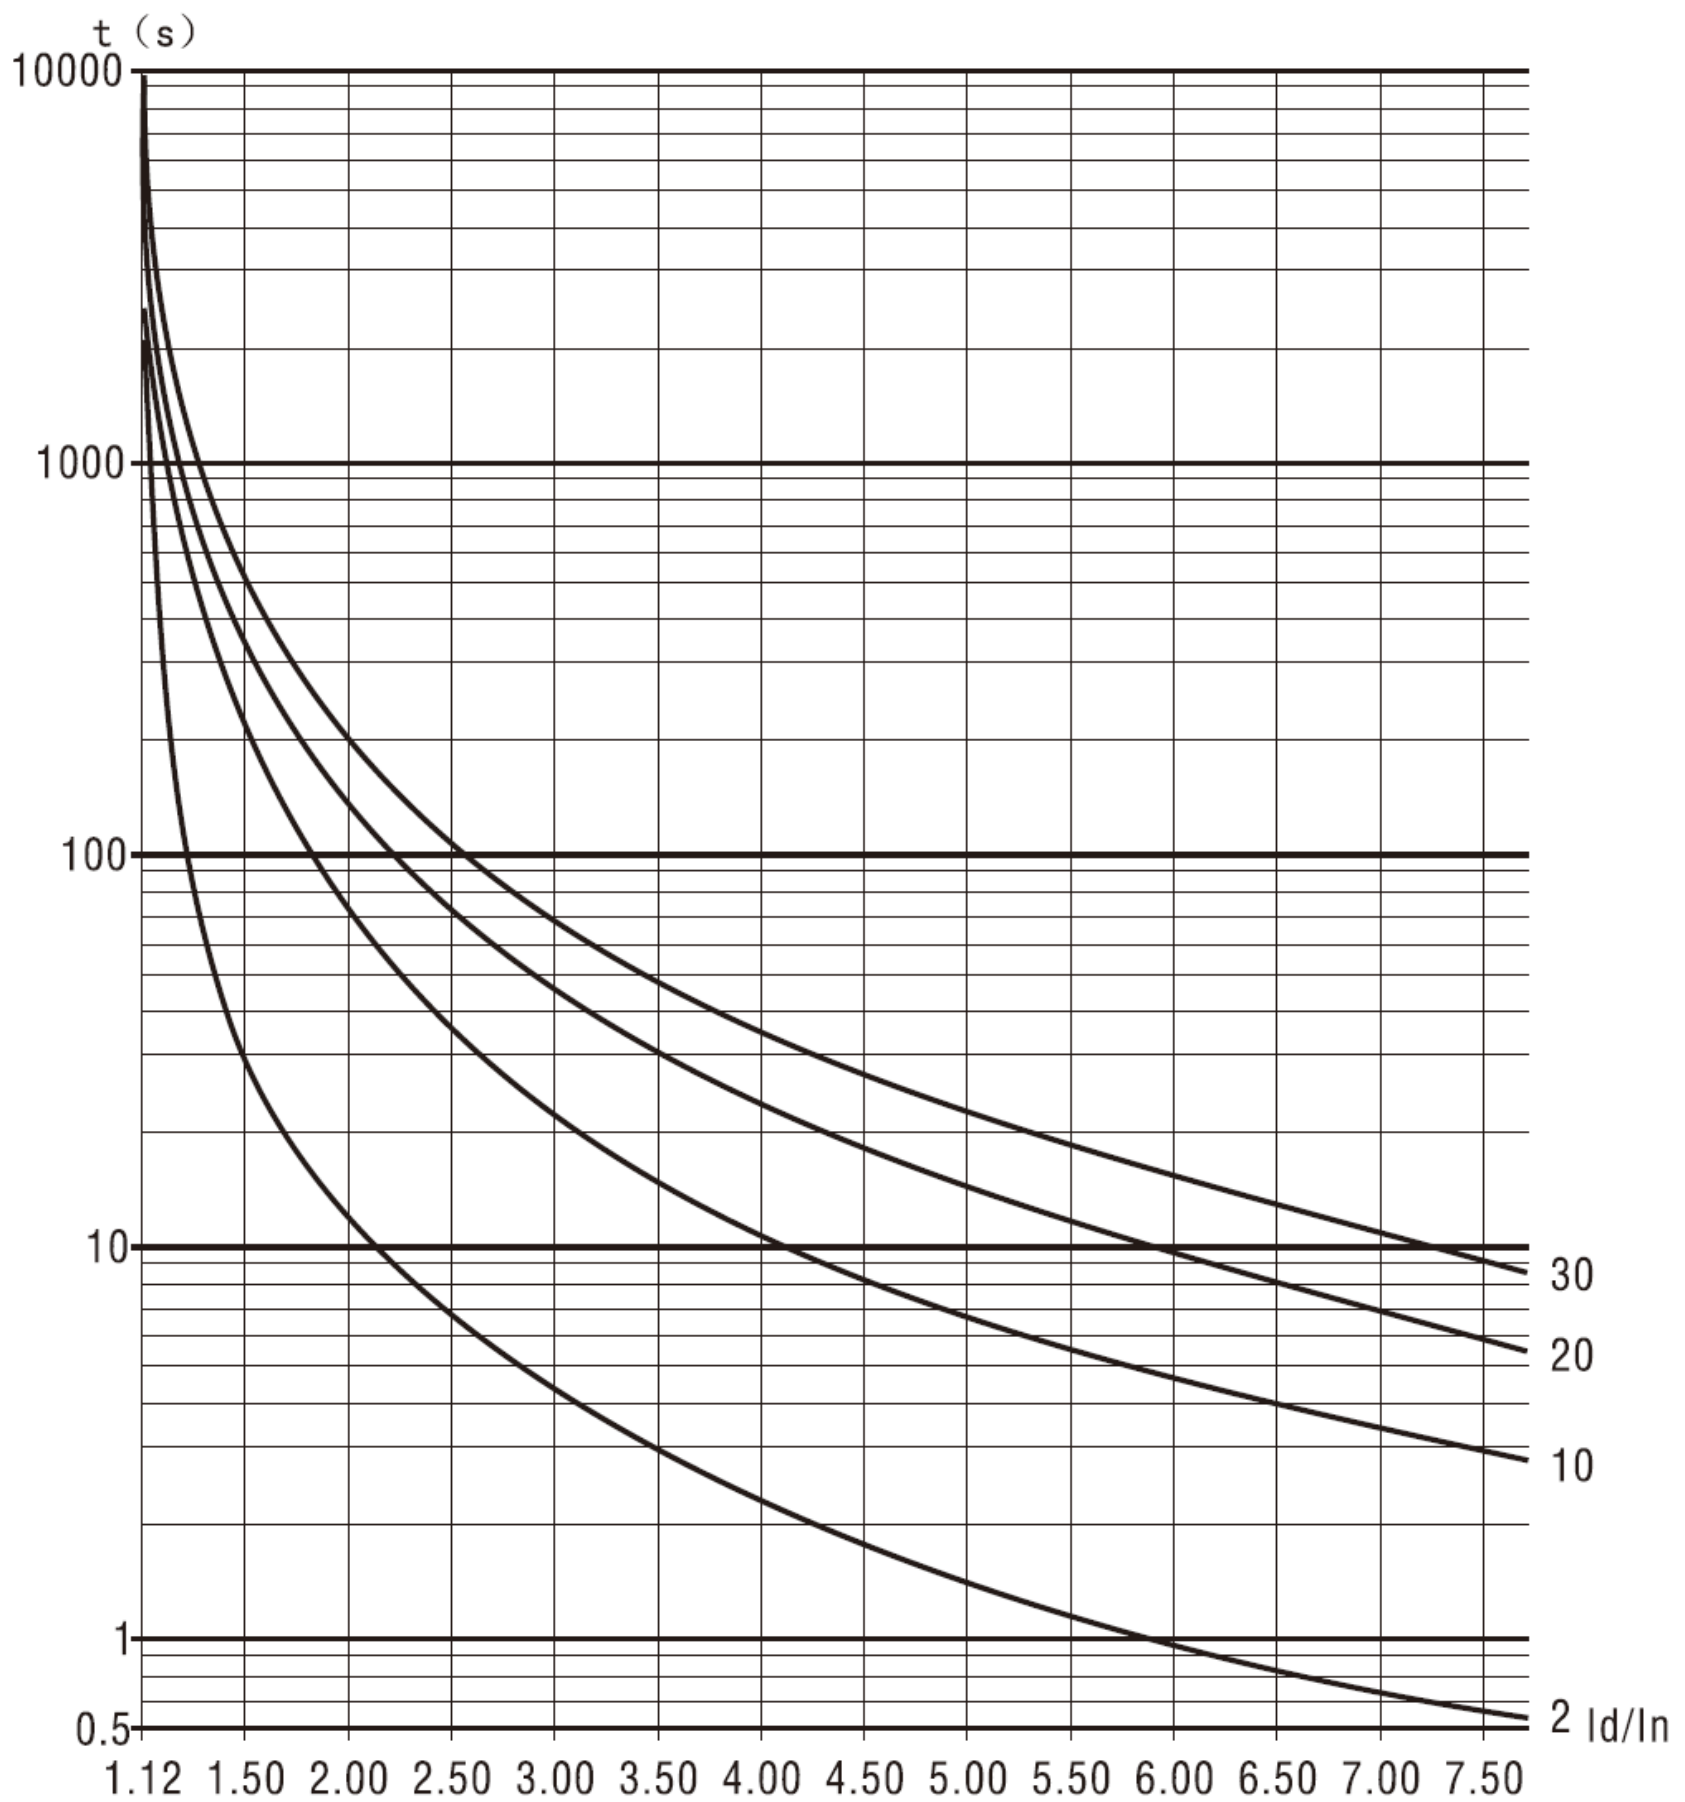

Figura 9-3-1
- El tiempo de protección de sobrecarga en funcionamiento: protección térmica límite de tiempo inverso se establecerá en base a la corriente de operación máxima de código F6, ver la curva de tiempo de protección de disparo (figura 9-3-1).
- Los tres niveles de protección de carga liviana, estándar y carga pesada todos poseen funciones de protección completa, la diferencia radica en la curva de tiempo de protección térmica de sobrecarga del motor. Por favor, consulte la tabla 9-2-1 y la figura 9-3-1 para calcular los parámetros de tiempo de protección térmica.